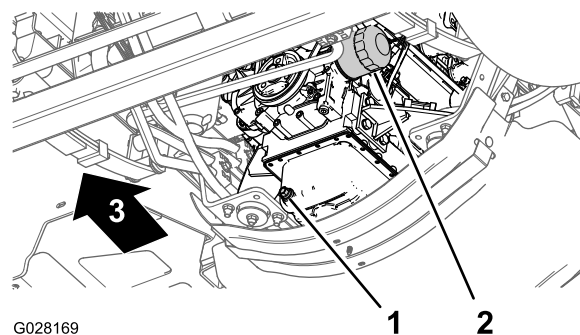

Bild 51
3. Fluchten Sie eine Auffangwanne unter dem Motorölfilter aus (Bild 51).
4. Entfernen Sie den alten Ölfilter (Bild 51).
8. Setzen Sie den Ölfilter in den Filteradapter ein und drehen Sie den Ölfilter nach rechts, bis die Gummidichtung den Filteradapter berührt. Ziehen Sie den Filter dann um eine weitere halbe Umdrehung an (Bild 51).
1. Stellen Sie eine Auffangwanne mit einem Fassungsvermögen von 5,6 l unter die Ablassschraube (Bild 51).
2. Nehmen Sie die Ablassschraube (Bild 51) ab und lassen Sie das Öl vollständig ablaufen.